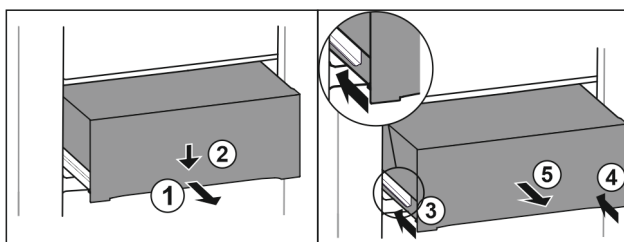

Fig. 104
- ▶ Schubfach halb herausziehen. Fig. 104 (1)
- ▶ Schubfach an der Vorderseite nach unten drücken. Fig. 104 (2)
- ▶ Linke Schiene etwa 2 cm einschieben. Fig. 104 (3)
- ▶ Rechte Schiene etwa 2 cm einschieben. Fig. 104 (4)
- ▶ Schubfach nach vorne entnehmen. Fig. 104 (5)